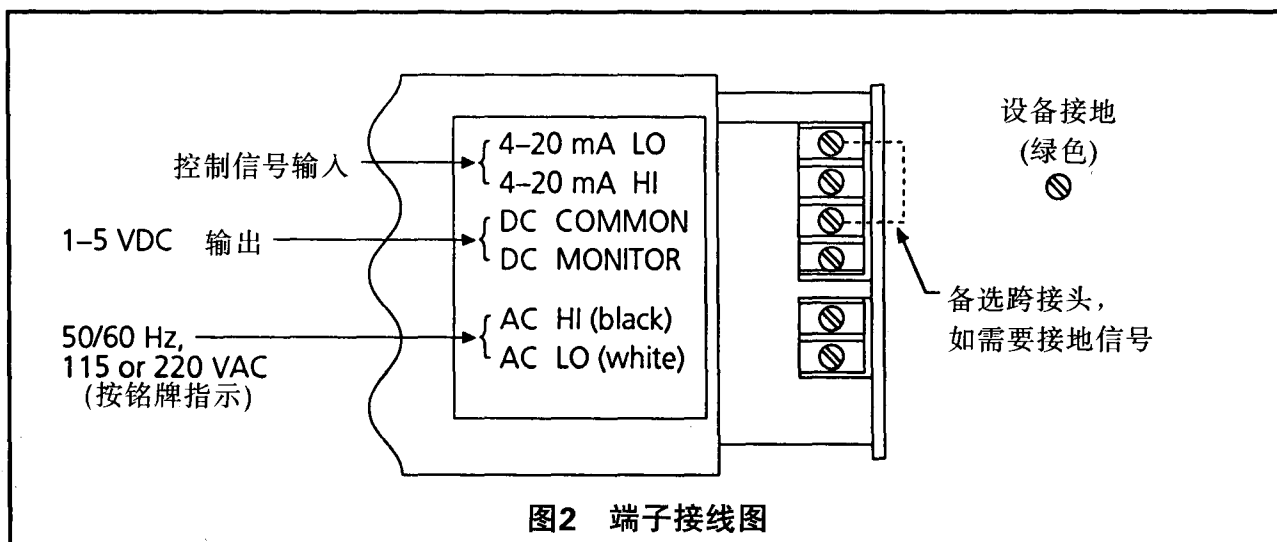

图2 端子接线图
3. 将控制信号线如图2所示接到ECC的端子簧片上, 并与执行机构线标相连。
将主电源线穿过ECC基座的其他进线孔,如图2所示连到端子簧片上。